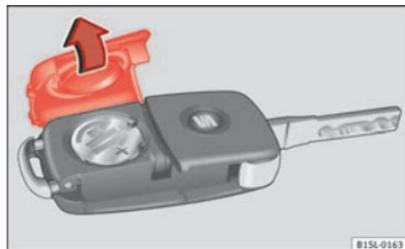

Abb. 15 Fahrzeugschlüssel: Deckel für Batteriefach.
- Abdeckung auf der Rückseite des Fahrzeugschlüssels → **Abb. 15** in Pfeilrichtung abnehmen → ①.
- Abdeckung wie gezeigt ansetzen → **Abb. 15** und entgegen der Pfeilrichtung auf das Fahrzeugschlüsselgehäuse drücken bis sie einrastet.